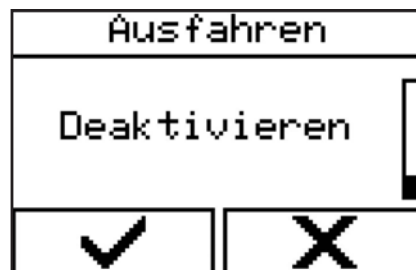

Abbildung 113 - Kollisionserkennung deaktivieren
5. Für die ausgewählte Fahrerrichtung „Deaktivieren“ (Abbildung 113) auswählen.